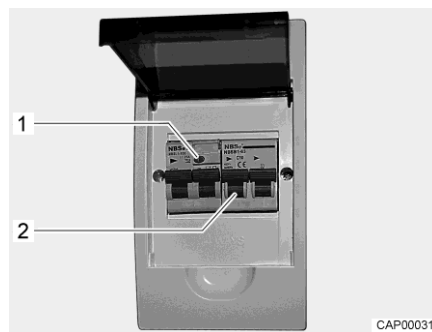

Bild 102 230-V-Sicherungskasten mit Leitungsschutzschalter und FI-Schalter
Ein Fehlerstrom-Schutzschalter (FI-Schalter) im Sicherungskasten sichert das gesamte Fahrzeug gegen Fehlerstrom (0,03 A) ab. Der nachgeschaltete Leitungsschutzschalter (10 A) (Bild 102,2) sichert das 230-V-Bordnetz ab.
- Wenn das Fahrzeug an die 230-V-Versorgung angeschlossen ist, die Prüftaste (Bild 102,1) drücken. Der Fehlerstrom-Schutzschalter muss auslösen.